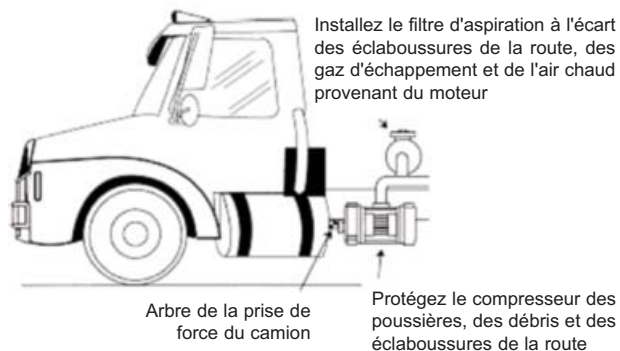

Figure 4
4. Montez le compresseur dans une position où il sera protégé des poussières, des projections de débris ou d'éclaboussures de la route. L'emplacement de montage doit permettre d'effectuer régulièrement les inspections, le nettoyage et la maintenance. Il est recommandé de placer le filtre d'aspiration de manière qu'il absorbe de l'air propre et frais et qu'il soit à l'écart de la chaleur et des gaz d'échappement du moteur ; voir la figure 4.